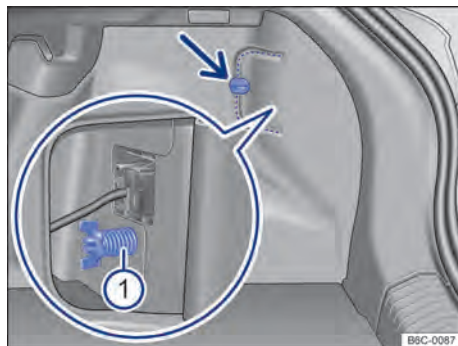
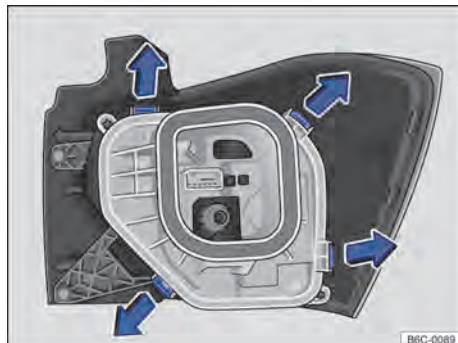

Fig. 188 No compartimento de bagagem: desinstalar cobertura e retirar o parafuso borboleta ① (lupa).
Fig. 189 Lanterna traseira: desinstalar o suporte das lâmpadas
- ① Observar a lista de controle e executar as ações → Página 244.
- ② Abrir a tampa traseira → Página 78.
- ③ Para abrir a cobertura da lanterna, girar a trava → Fig. 188 (seta).
- ④ Abrir a cobertura junto com a trava para o lado.
- ⑤ Soltar o parafuso borboleta ① (lupa) e retirá-lo, segurando, ao mesmo tempo a lanterna traseira.
- ⑥ Puxar cuidadosamente a lanterna traseira para fora, para desencaixá-la da carroceria → ①.
- ⑦ Desencaixar o conector de alimentação das lâmpadas da lanterna, para remover totalmente a lanterna.
- ⑧ Colocar a lanterna traseira sobre uma superfície limpa e lisa.
- ⑨ Para destravar o suporte das lâmpadas, pressionar cada lingueta de travamento → Fig. 189 no sentido das setas.
- ⑩ Remover o suporte das lâmpadas cuidadosamente.
- ⑪ Para remover as lâmpadas incandescentes queimadas pressionar a lâmpada contra o alojamento e girar no sentido anti-horário.
- ⑫ Substituir a lâmpada incandescente queimada por uma lâmpada incandescente nova do mesmo modelo.
- ⑬ Para inserir as novas lâmpadas no suporte das lâmpadas, introduza a nova lâmpada no respectivo alojamento. Pressionar a lâmpada e girar no sentido horário até o batente.
- ⑭ Certificar-se de que as lâmpadas estão corretamente fixadas no suporte das lâmpadas.
- ⑮ Instalar o suporte das lâmpadas na lanterna traseira. As linguetas de travamento → Fig. 189 devem encaixar de forma audível.
- ⑯ Colocar o conector de alimentação na lanterna.
- ⑰ Encaixar a lanterna traseira cuidadosamente no alojamento da carroceria.
- ⑱ Segurar a lanterna traseira na posição de montagem com uma das mãos e aparafusar com a outra o parafuso borboleta → Fig. 188 ①.
- ⑲ Recolocar a cobertura da lanterna em sua posição e girar a trava para fechar.
- ⑳ Fechar a tampa traseira → Página 78.